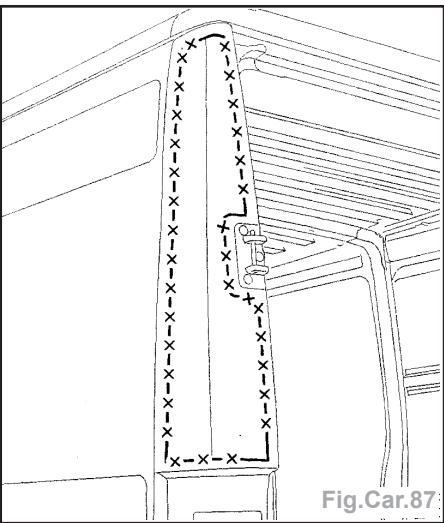

Fig.Car.87
- Découper le panneau à environ 1 cm afin de faciliter le dégraftage des lignes de points (Fig.Car.87).